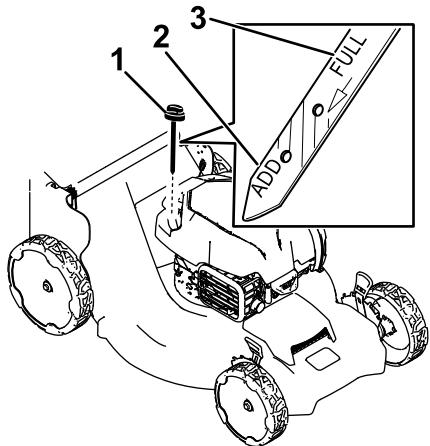

Figure 23
3. Tournez le bouchon dans le sens antihoraire et sortez la jauge (Figure 23).
4. Inclinez la machine sur le côté (filtre à air en haut) pour vidanger l'huile usagée par le tube de remplissage (Figure 23).